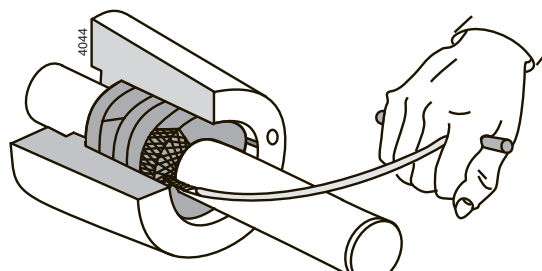

Figura 20: Remoção dos anéis de empanque com um extrator de empanques.
- Para remover os anéis de empanque usados, o fornecedor pode fornecer um extrator de empanques especial. Consulte a figura 20.